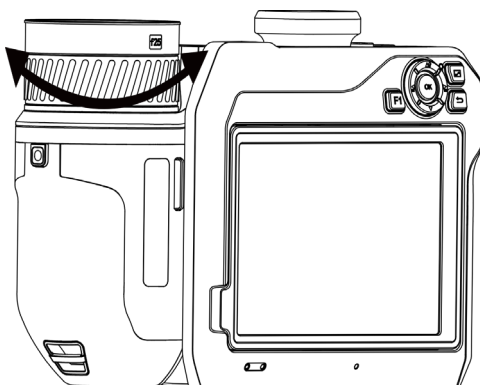

図3-1 レンズのフォーカス
3. フォーカスリングを時計回りまたは反時計回りに調整します。図 3-1 を参照してください。